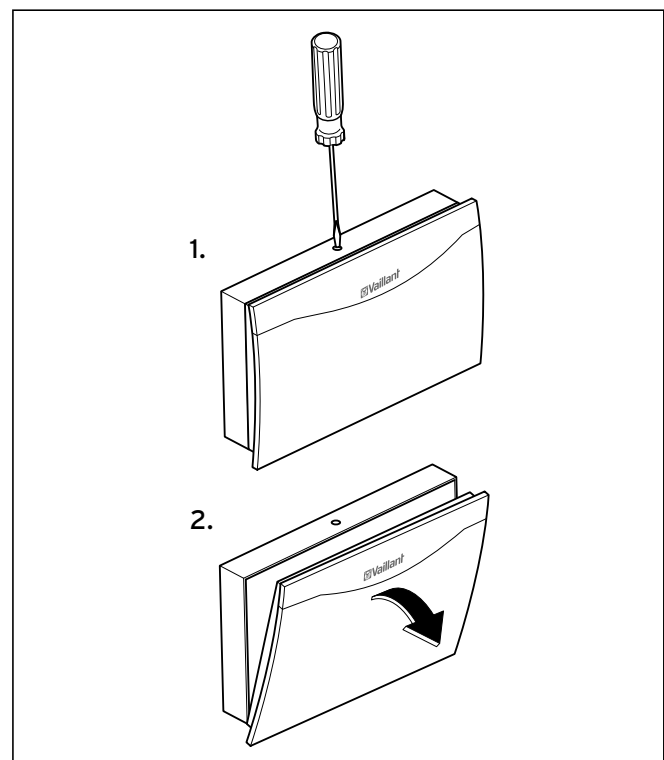

Bild 5.1 Öppna apparaten
- Markera skruvhålen på väggen, använd apparaten som schablon (2).
- Skruva fast kåpan enligt (→ **Bild 5.1**).